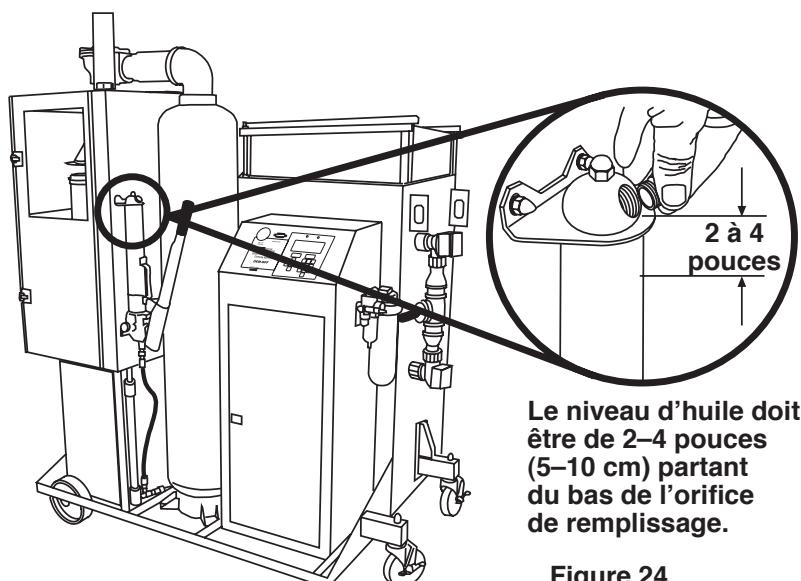

Figure 24
8. Lorsque vous avez complètement rétracté le vérin, vérifiez le niveau d'huile dans le réservoir de la pompe en retirant le bouchon de remplissage installé sur le dernier bouchon de la pompe. Le niveau d'huile doit être de 2–4 pouces (5–10 cm) partant du bas de l'orifice de remplissage. Voir la figure 24. Ajoutez de l'huile hydraulique haut de gamme, si nécessaire.